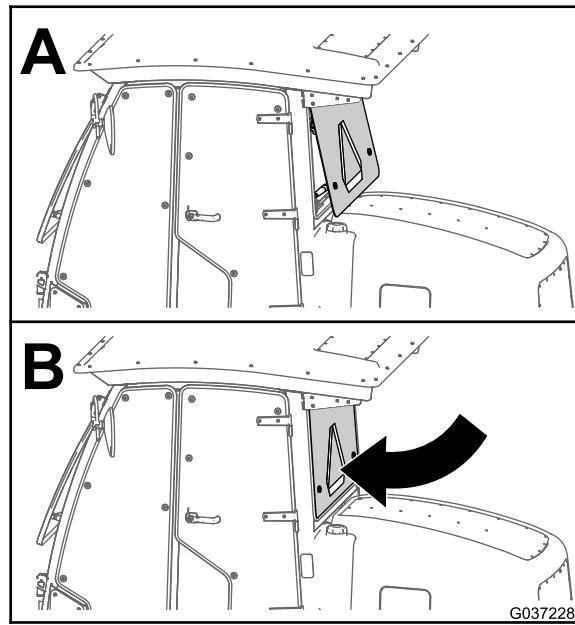

Bild 59
1. Schließen Sie das Heckfenster der Kabine (Bild 59).